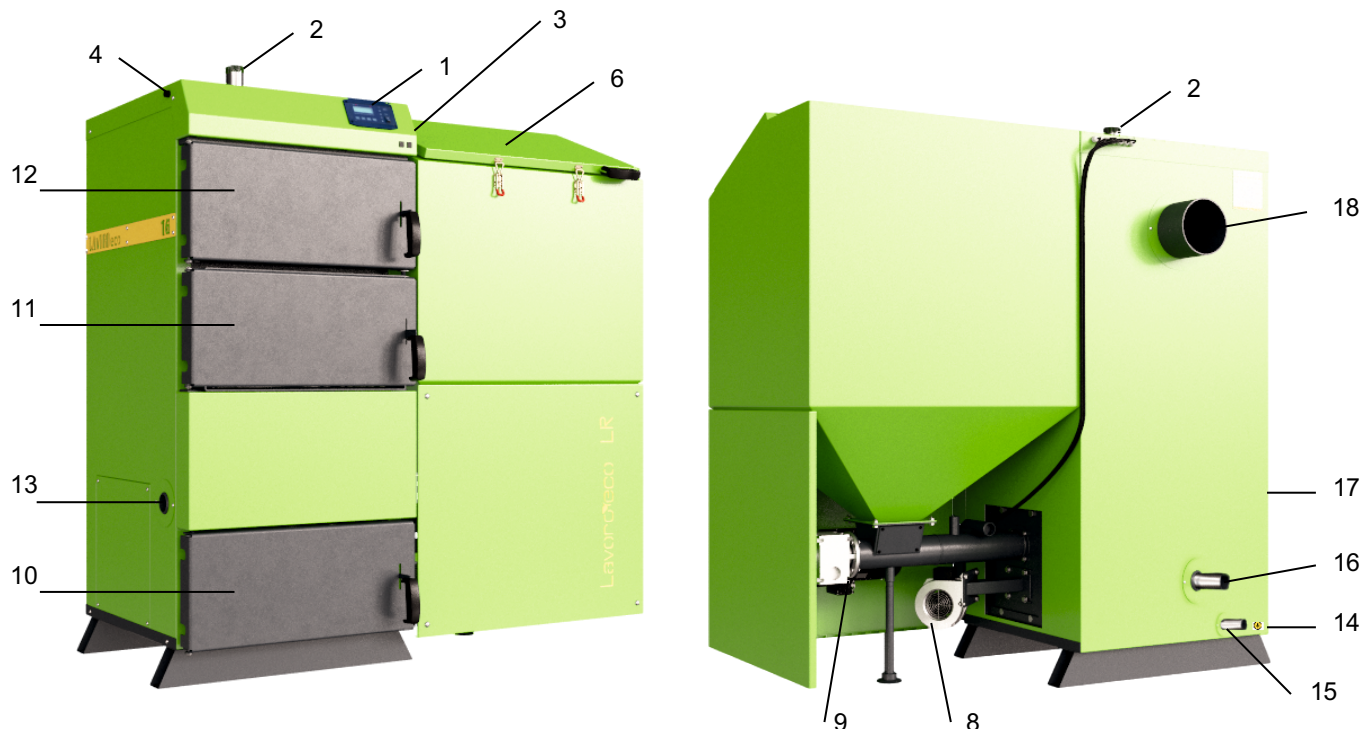

Рисунок 1. Состав и устройство Котлов моделей LR16-150
10. Котел (рис.1) представляет собой стальной сварной теплоизолированный каркас, обшитый снаружи съемной декоративной облицовкой, и устанавливаемый на собственных опорах. Внутреннее пространство имеет сложную конфигурацию, включает в своем составе в том числе трубчатый теплообменник, предназначенный для циркулирования теплоносителя, листовые детали, образующие вместе со стенками каркаса камеру сжигания, воздухоподводящие каналы, систему дымоудаления из Котла (18). Внутри каркаса в нижней части расположены устройства: колосниковая решетка для размещения топлива (при работе на резервном топливе) и зольный ящик для сбора и удаления золы. Снаружи Котел имеет дверцы и окошки для обслуживания Котла (10,11,12), патрубки для подсоединения к трубопроводам водяного контура системы отопления (2, 16), патрубок для опорожнения теплообменника (15), штуцера для установки термодатчика и тягорегулятора (5). В нижней части котла справа или слева (по запросу сторона установки Горелки оговаривается) вмонтирована Горелка (9) выбранной мощности, которая соединяется с